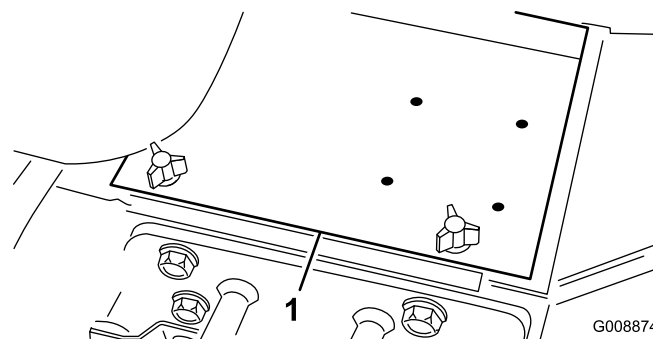

Figura 3
2. Retire la tapa de la batería (Figura 3).